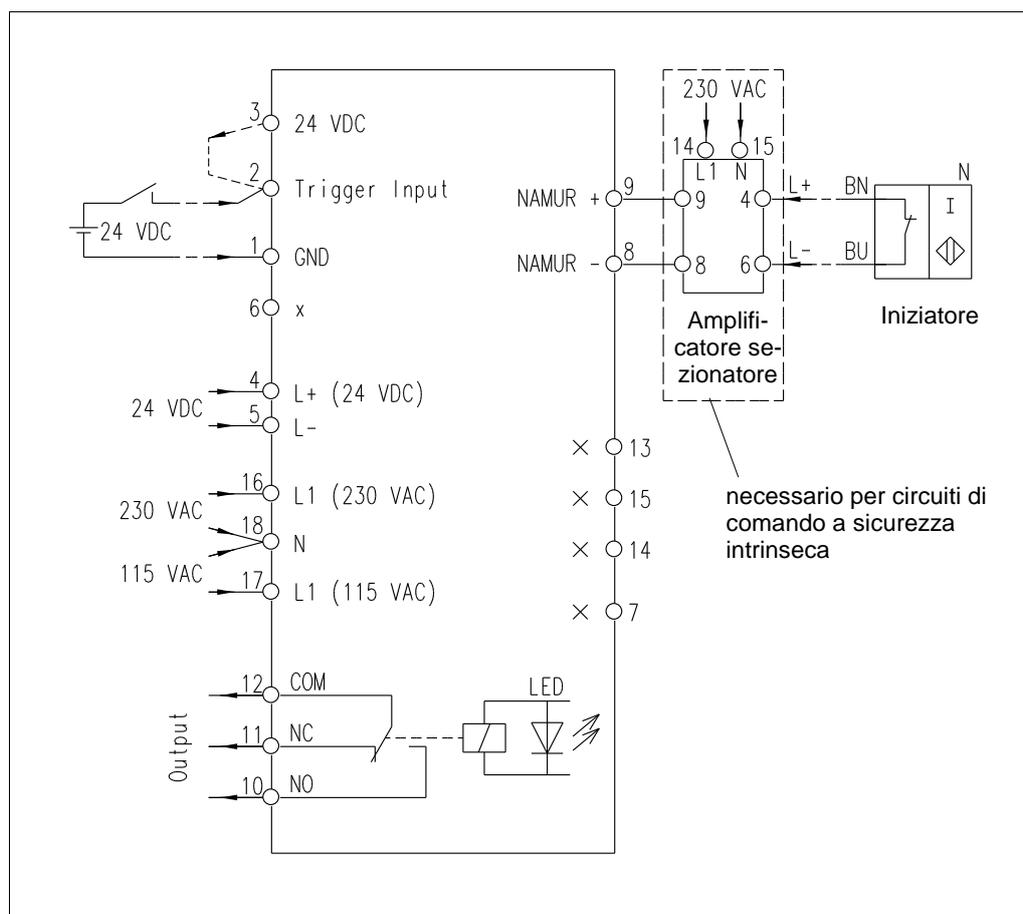

Figura 11
- Verificare il cablaggio come illustrato nella **Figura 11**. Assicurarsi in particolare del corretto cablaggio della tensione di alimentazione!
→ **Figura 11,**